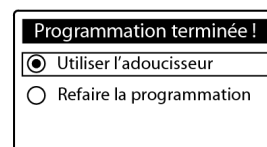

FIG.14
**12.** Appuyez sur SELECT (O). L'écran affichera « Programmation terminée ! » (Figure 14).
**13.** Si, à ce point, vous souhaitez modifier les réglages effectués, appuyez sur DESCENDRE (▼) pour sélectionner **Refaire la programmation**, puis appuyez deux fois sur SELECT (O) pour revenir au premier écran de l'assistant.
**14.** Si vous ne souhaitez rien modifier, vérifiez qu'un point noir figure en face de **Utiliser l'adoucisseur** (Figure 14) et appuyez sur SELECT (O). L'adoucisseur se met en fonctionnement normal tel que décrit à la page suivante.